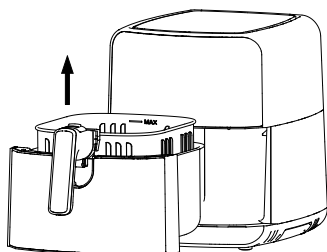

Fig.3
2. Coloque la canasta de cocción en la bandeja de cocción (Fig. 3). No llene la canasta de cocción con aceite o cualquier otro líquido. No coloque nada encima del aparato, el flujo de aire se interrumpirá y afectará el resultado.
Precaución: No presione el botón del mango durante la agitación. (Fig. 3)